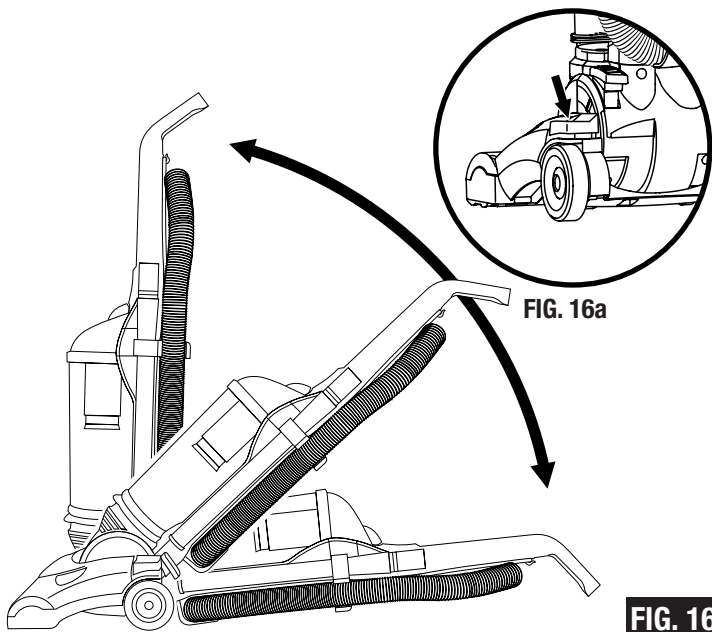

FIG. 16
Step 7: Use Handle Release. Step on handle release (FIG. 16a) and pull handle back to a comfortable position. Press again to lower handle further to clean under furniture. Return to full upright position to use the hose and attachments (FIG. 16).
Étape 7 : Utilisation de la pédale de dégagement du manche. Posez un pied sur la pédale (FIG. 16a) de dégagement du manche et placez le manche dans une position confortable en le tirant vers l'arrière. Appuyez de nouveau pour baisser le manche davantage afin de nettoyer sous les meubles. Remplacez en position de rangement pour utiliser le boyau et les accessoires (FIG. 16).
Paso 7: Uso del dispositivo de liberación de la manija. Pise el dispositivo de liberación de la manija (FIG. 16a) y tire de la manija hacia atrás hasta quedar en una posición cómoda. Oprima el dispositivo de nuevo para bajar la manija aún más para limpiar debajo de los muebles. Vuelva a colocar la manija en su posición vertical para usar la manguera y los accesorios (FIG. 16).